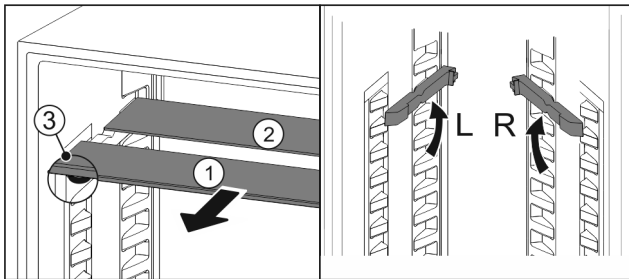

Fig. 121
- ▶ Cam plakaları münferit olarak öne doğru çekip çıkarın Fig. 121 (1).
- ▷ Süs çitili cam plaka Fig. 121 (1) önde yer alıyor.
- ▷ Durdurucular Fig. 121 (3) aşağı bakıyor.